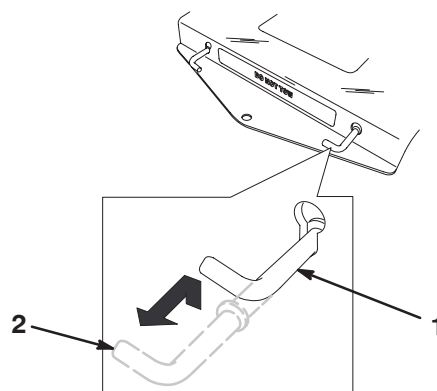

Figure 15
Tirez chaque levier de dérivation vers le haut, puis sortez-les complètement. Poussez les leviers vers le bas (Fig. 15).
3. Tirez les deux leviers de dérivation vers le haut et poussez-les jusqu'à ce que la rondelle de la tige passe dans la fente. Poussez les leviers vers le bas pour les bloquer en position (Fig. 15).